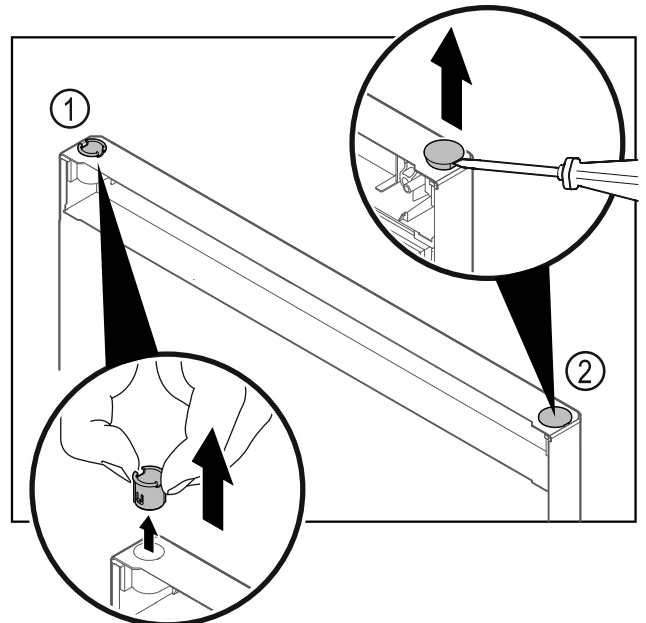

Fig. 24
- ▶ Extraer el casquillo de bisagra Fig. 24 (1) con los dedos.
- ▶ Levantar cuidadosamente el tapón Fig. 24 (2) con un destornillador para tornillos de cabeza ranurada y extraerlo.